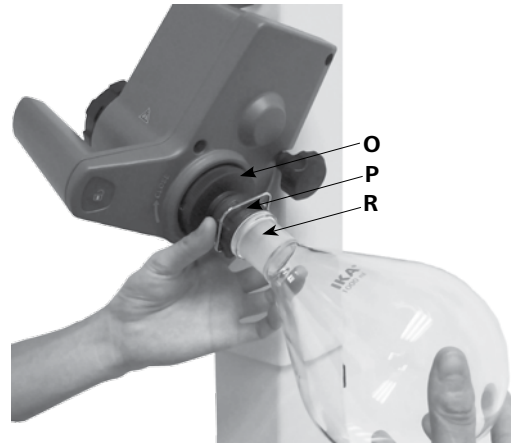

Fig. 15a
- 베이퍼 튜브에 증발용 플라스크 (R)를 올려 놓습니다. (Fig. 15a)